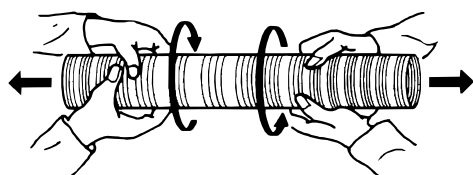

Fig. 5.6.1
5.6.1 Preparazione dei tubi (Fig. 5.6.1)
5.6.1 Preparing the ducts (Fig. 5.6.1)
5.6.1 Vorbereitung der Rohre (Abb. 5.6.1)